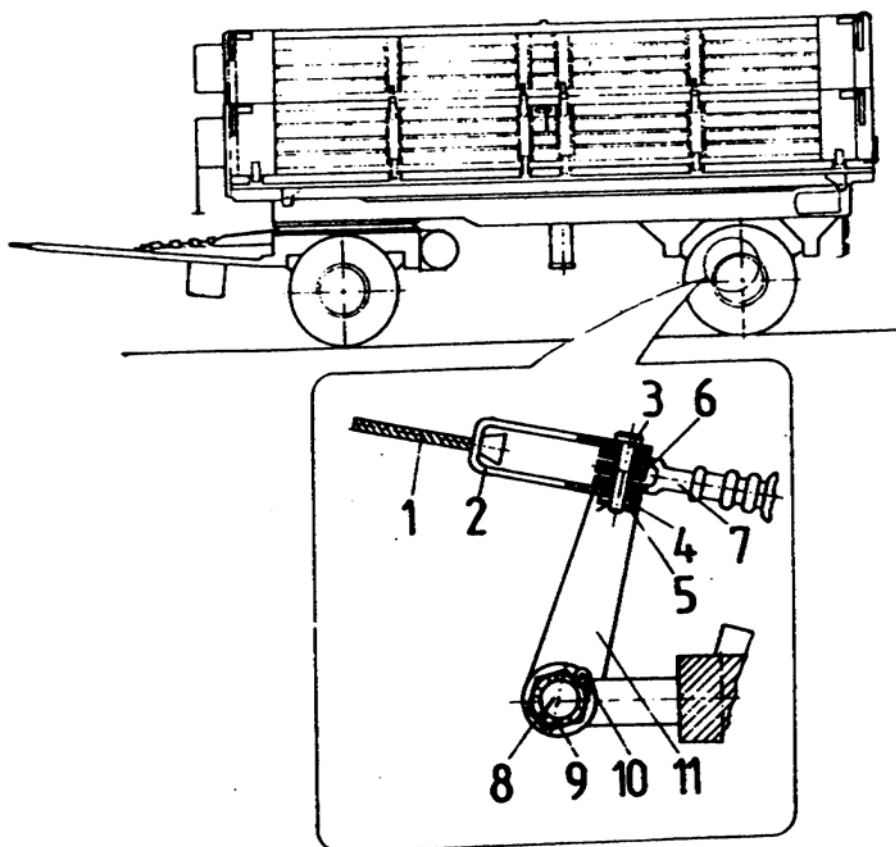

Bild 14. Bromsinställning
Vid en eventuell justering måste samtliga hjul kontrolleras. En korrekt inställning på bromsarna är när (Bild 14) bromsnyckelarmen (11) befinner sig lodrät när bromsarna är ansatta. För att förändra armens läge tas saxpinnen (10) bort och kronmuttern (9) lossas och bromsnyckelarmen (11) justeras i rätt läge.